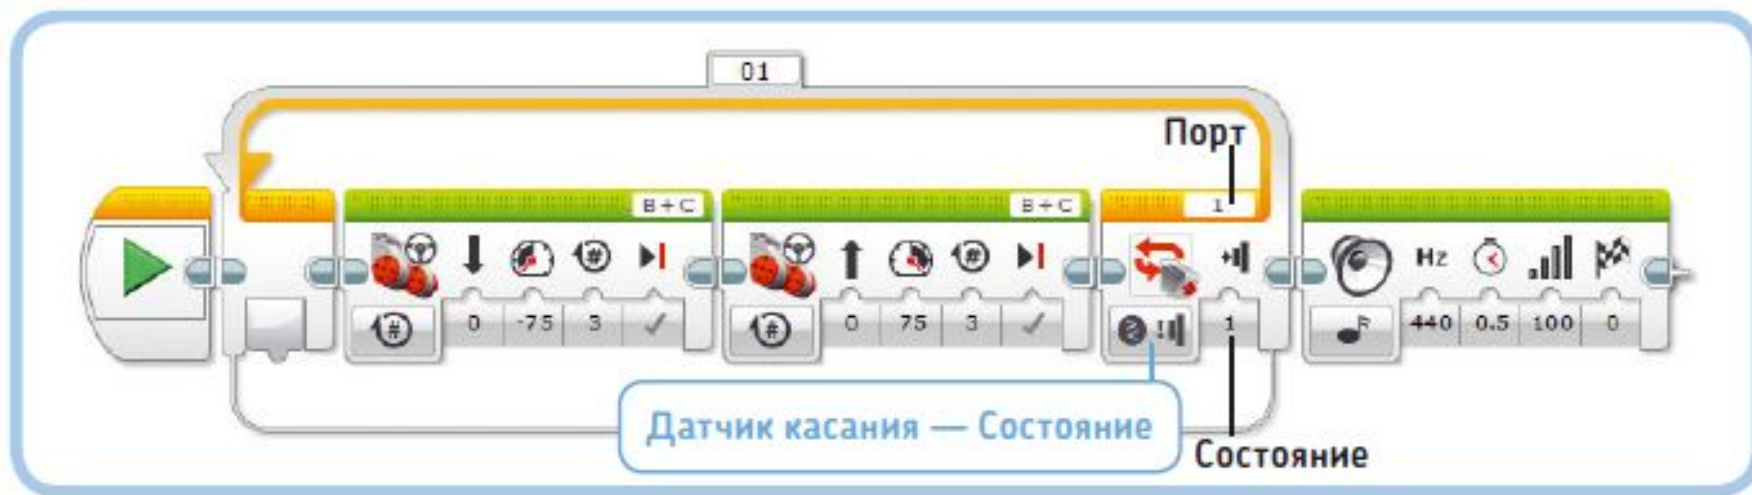

Рис. 6.10. Программа LoopUntilTouch. Чтобы настроить блок **Цикл**, нажмите кнопку выбора режима и выберите пункт **Датчик касания** ▶ **Состояние**
Как вы узнали в главе 5, вы можете настроить блок **Цикл** (Loop) на повторение определенное число раз, или в течение некоторого количества секунд, или на бесконечное зацикливание. Вы также можете запрограммировать блок **Цикл** (Loop) на остановку цикла на основе входного сигнала от датчика. Например, вы можете сделать так, чтобы ваш робот двигался вперед и назад, пока кнопка датчика касания не будет нажата. Чтобы таким образом настроить блок **Цикл** (Loop), выберите режим **Датчик касания ▶ Состояние** (Touch Sensor ▶ State), как показано на рис. 6.10. Как и прежде, присвойте значение **1** параметру **Порт** (Port).
- Блок **Цикл** (Loop) в режиме **Сравнение** (Compare) проверяет новые значения датчика каждый раз при готовности запустить блоки внутри цикла. Если условие истинно, то программа переходит к блоку, расположенному после цикла; если оно ложно, то цикл запускается снова (см. рис. 6.10). Блоки **Цикл** (Loop) всегда находятся в режиме сравнения.